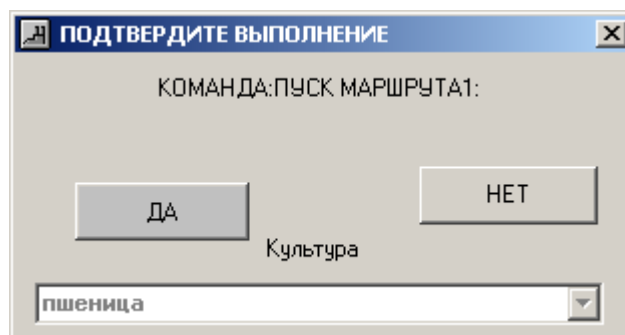

Рисунок 3.2 – Запуск маршрута
- (п.1.11). Появляется окно подтверждения пуска (рис.3.2).